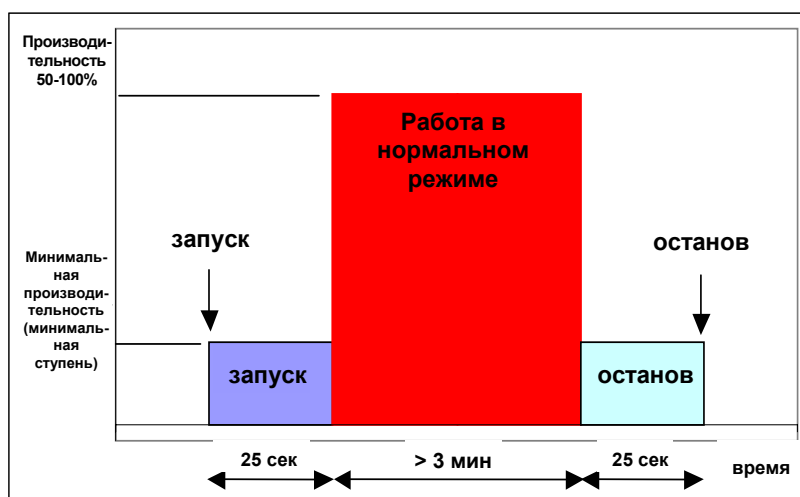

Рисунок 3-Z: запуск и останов компрессора;
Следственно, для того чтобы остановить и повторно запустить компрессор на минимальной ступени производительности клапан (14) должен быть включен в течение, примерно, 25 секунд перед отключением компрессора, смотри рисунок 3-Z. Кроме того, клапан (14) должен находиться во включенном состоянии в периоды бездействия компрессора.